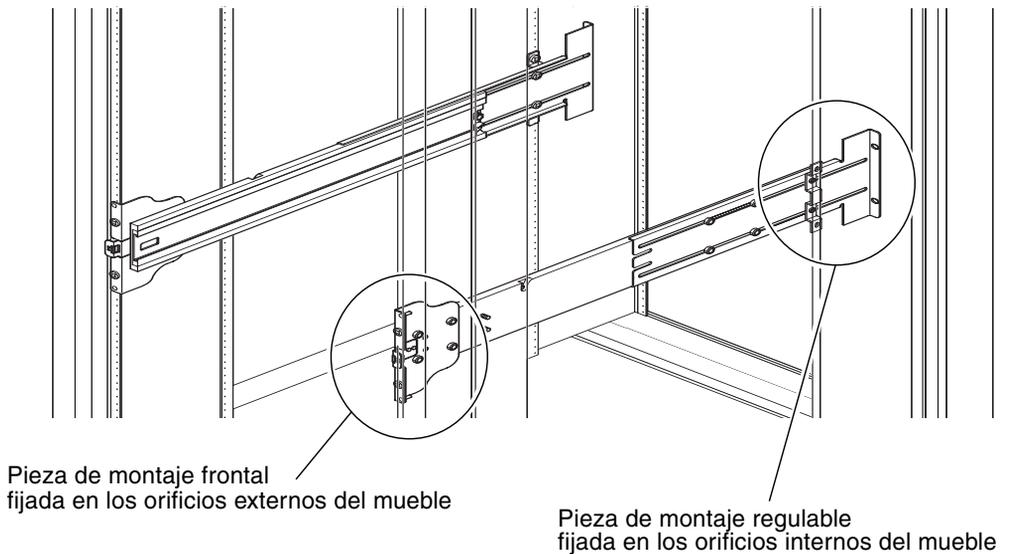

FIGURA 1-6 Instalación de los rieles en un mueble Sun Fire
3. Inserte las patillas de la pieza de montaje frontal en los orificios 22 y 33 del mueble (FIGURA 1-6).
3. Inserte las patillas de la pieza de montaje frontal en los orificios 58 y 69 del mueble (FIGURA 1-6).